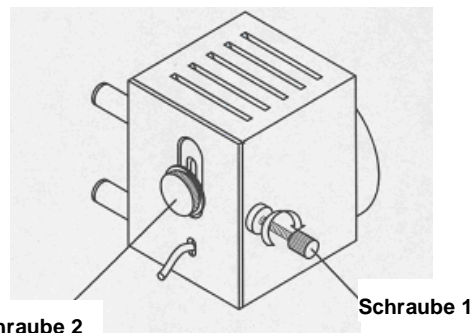

Abbildung 6-7 Einstellschraube zum Einstellen der Lichtverhältnisse
7. Schauen Sie durch das Messmikroskop. Drehen Sie Schraube 1 im Uhrzeigersinn zu und passen Sie das Licht im Sichtfeld so gleichmäßig wie möglich an. (Falls nötig, können Sie auch Schraube 2 einstellen). Siehe Abbildung 6-7.